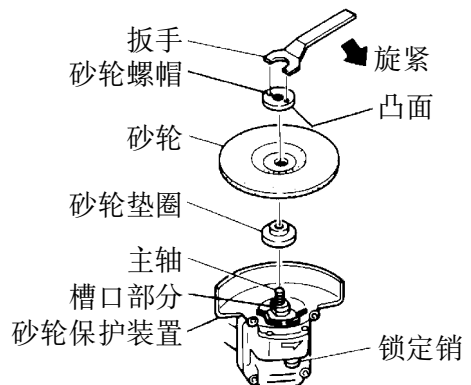

图 2
砂轮的装卸(图 2)
(1) 把装置倒置使主轴朝上。
(2) 把垫片装到主轴上。
(3) 给砂轮的隆起部配装砂轮垫圈。
(4) 把砂轮螺帽的凸面装到砂轮上并且把螺帽拧到主轴上。
(5) 如图 2 所示，撤下锁定销防止主轴转动。用扳手拧紧砂轮螺帽卡紧磨轮。